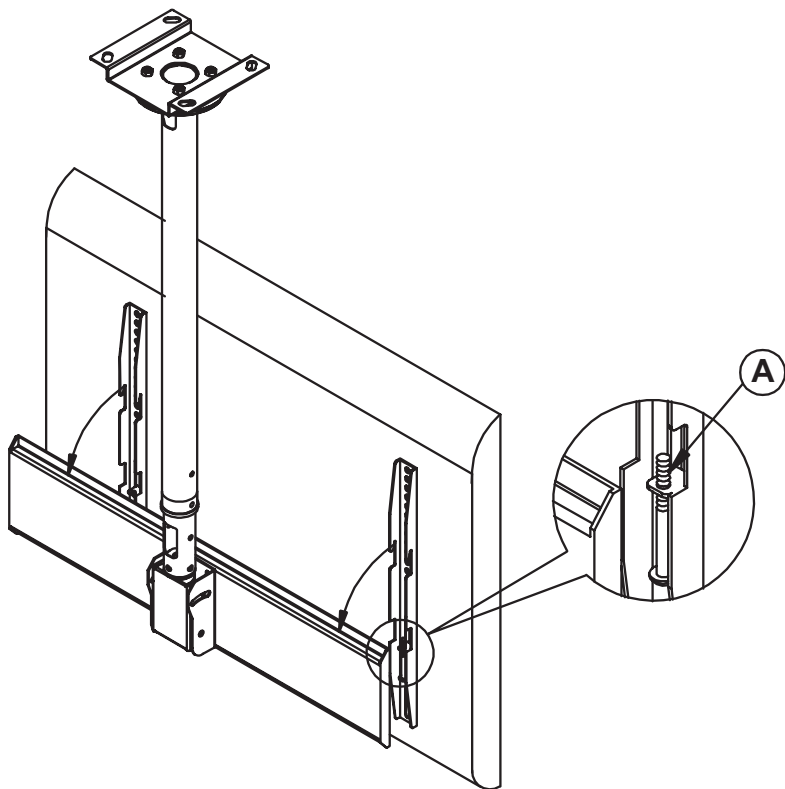

Figura 7 - Ajuste el Conjunto de la TV a la Placa Frontal
Cuelgue la unidad pre-armada de TV a la placa frontal, como se muestra en la Figura 7. Ajuste los tornillos (A) para asegurar la unidad de TV a la placa frontal. Este montaje de pared está diseñado para ocultar los cables en el interior de la columna. Pase los cables a través del techo y fuera a través del agujero en la parte inferior de la columna para un aspecto prolijo.